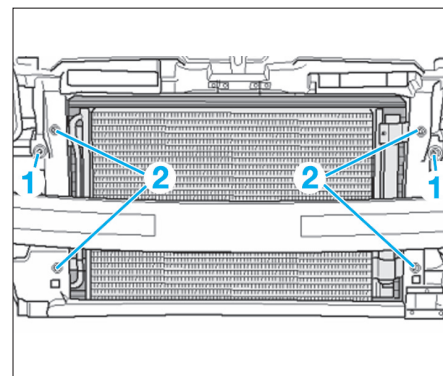

Fig. 57
- Dévisser les vis (1) de l'échangeur d'air puis l'incliner légèrement vers l'arrière.
- Déposer les vis (2) du condenseur (Fig.57).